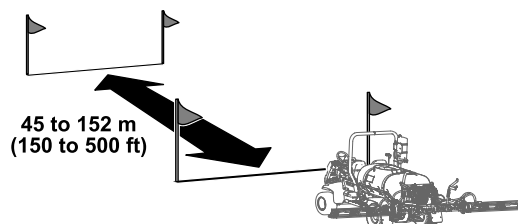
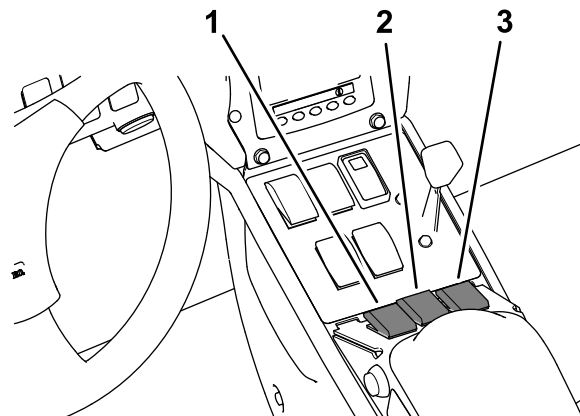

Figura 63
Figura 66
5. Contrassegnate una linea di partenza su un'area di tappeto erboso sulla quale eseguire il test (Figura 63).
3. Premete il pulsante 2 sull'InfoCenter e guidate la macchina fino alla linea di arrivo (Figura 66 e Figura 63).